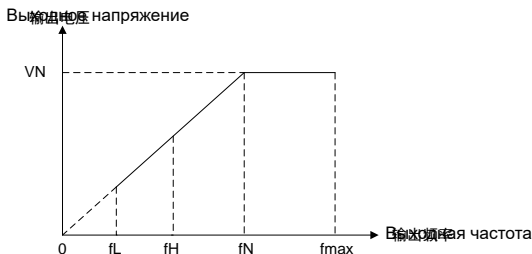

Рис. 6-8
B0-09 верхняя граничная частота – это заданная пользователем максимально допустимая частота работы, представленная fH на рис. 6-8.
B0-10 нижняя граничная частота – это заданная пользователем минимально допустимая частота работы, представленная fL на рис. 6-8. На рис. 6-8 fN означает номинальную частоту электродвигателя, а VN – номинальное напряжение электродвигателя.
- Ранговое соотношение между максимальной частотой, верхней граничной частотой и нижней граничной частотой показано на рис. 6-8.